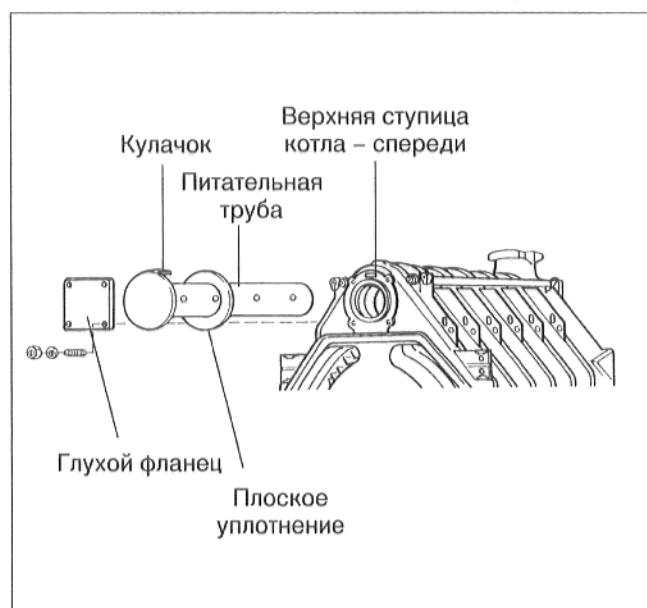

Рис. 19
- Надеть плоское уплотнение на питающую трубу (рис. 19).
- Вставить питающую трубу соответственно изображению на рис. 19, с передней стороны, в верхнюю ступицу котла.
- ☞ Кулачок (рис. 19) у заглушки питающей трубы должен войти в выемку в верхней ступице котла. Таким образом питающая труба фиксируется так, что выпускные отверстия питающей трубы находятся в горизонтальном положении. Это обеспечивает оптимальное распределение воды в верхней части ступицы котла.